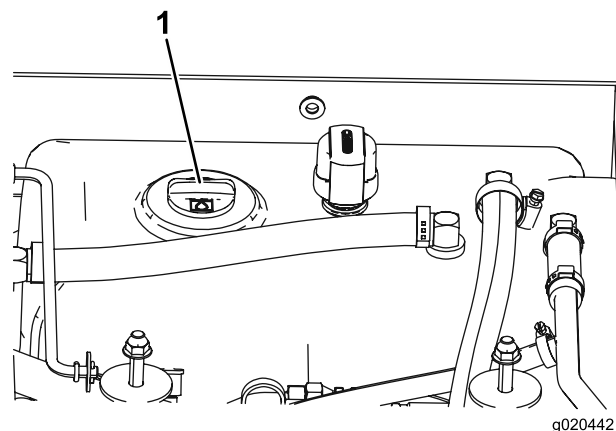

Рисунок 13
3. Очистите зону вокруг заливной горловины и крышки гидравлического бака (**Рисунок 13**). Снимите крышку заливной горловины.